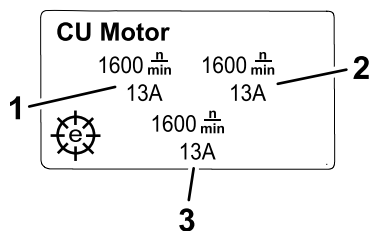

Рисунок 21
- **Информационный экран о двигателе режущего блока** (Рисунок 21): показывает частоту вращения каждого электродвигателя барабана и силу тока, потребляемую этим электродвигателем.